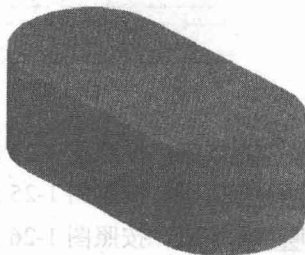

图 1-29 仿真模拟
(2) 单击按钮，执行加工仿真模拟命令，最终加工结果如图 1-29 所示。